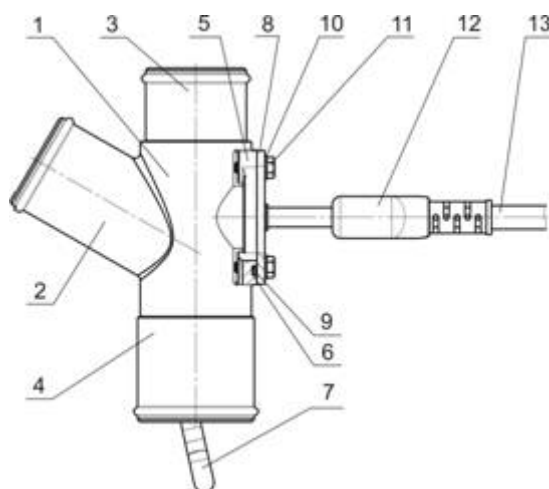

Рисунок 1
- корпус 1 (Рис. 1), состоящий из входного патрубка 2, выходного патрубка 3, нижнего патрубка 4, фланца крепежного 5 с канавкой 6 и четырьмя отверстиями с резьбой М4;